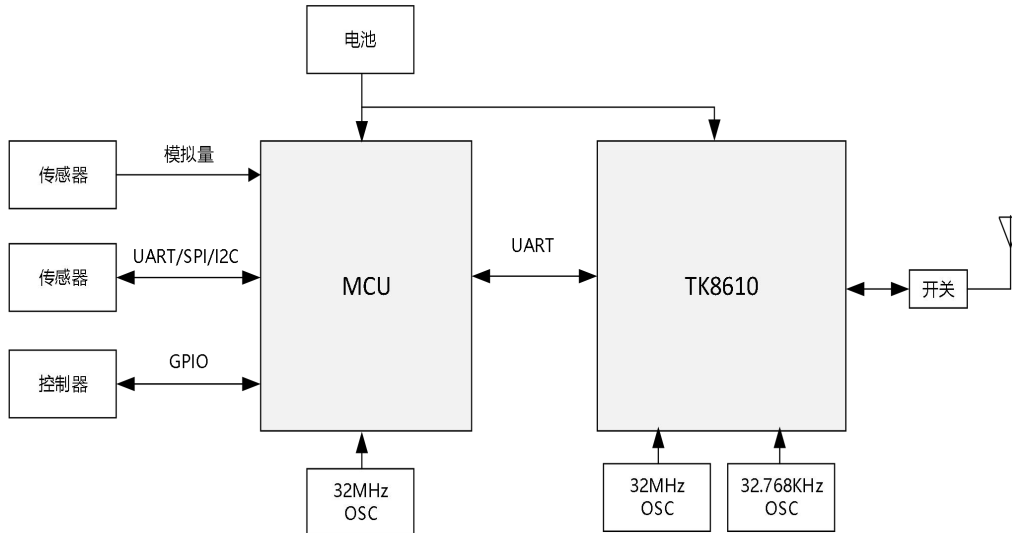

图 1-4 TK8610 应用示意图（与其他 MCU 配合使用）
- 通过 UART 接口与第三方 MCU 配合, 接收 AT 指令, 作为数据收发模块使用。如下图 1-4 所示。